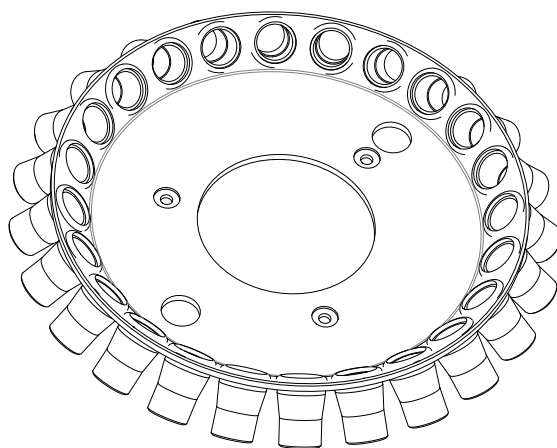

图 5.1 $24 \times 2\text{ ml}$ 转子
1.1) $24 \times 2\text{ ml}$ 转子外形如图 5.1 所示。